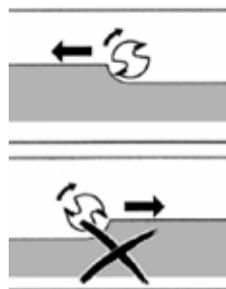

рис.10
- фрезерование всегда должно производиться против направления вращения рабочей фрезы (см. рис.10). Попутное направление фрезерования может стать причиной потери контроля над управлением фрезером - это опасно для жизни и здоровья оператора;